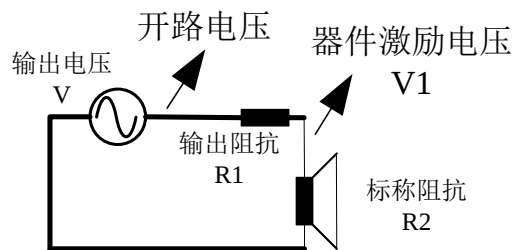

图 4.5 输出电压电路说明
- ✓ 开路电压：是指电路开路时的输出电压，一般用于电信号输出和 USB 耳机输出，如图 4.5 中 V；
- ✓ 激励电压：是指实际加载在器件两端的电压，如图 4.5 中 V1，计算原理及公式如图 4.5 及式 4.1；
- 输出阻抗：选择电路内部串联电阻阻抗值，如图 4.5 中 R1；
- 标称阻抗：器件的实际阻抗，如图 4.5 中 R2。